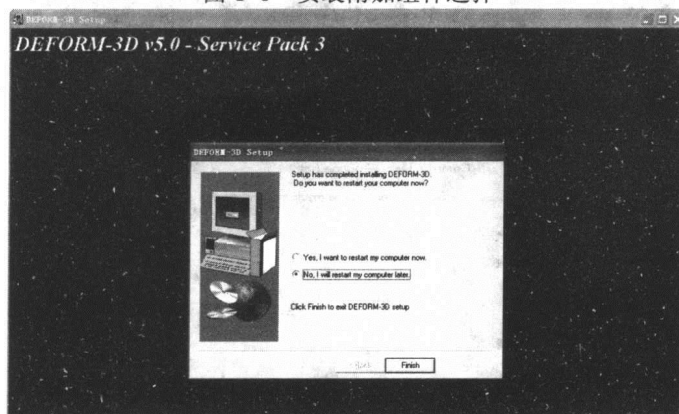

图 1-7 安装结束对话框
(8) 接着点击一系列的【Next】按钮, 直到出现图 1-7 所示的安装完毕对话框, 选择稍后重新启动计算机, 并点击【Finish】按钮, 软件安装结束。
(9) 复制 DEFORM.PWD 文件到 DEFORM 安装目录下的 V5_0 文件夹中, 本例的路径为 C:\DEFORM3D\VS_0, 最后重新启动计算机。